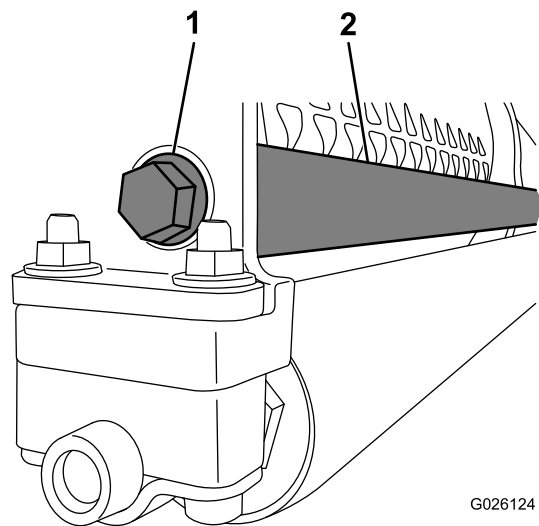

图6
4. 使用凸缘头螺栓将配重杆的螺纹端固定到机架上 (图6)。